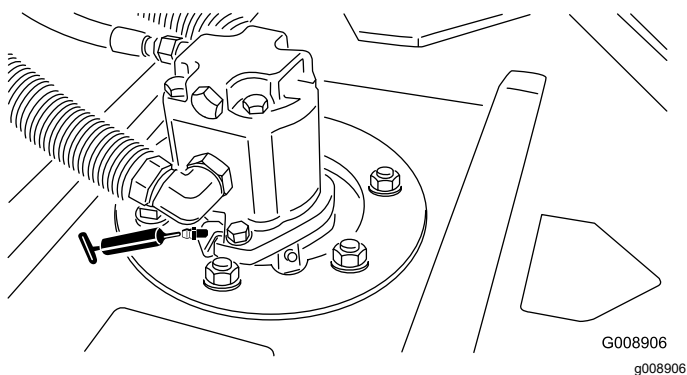

Figura 49
- Bielas do eixo da unidade de corte (2 por unidade de corte) (Figura 49)